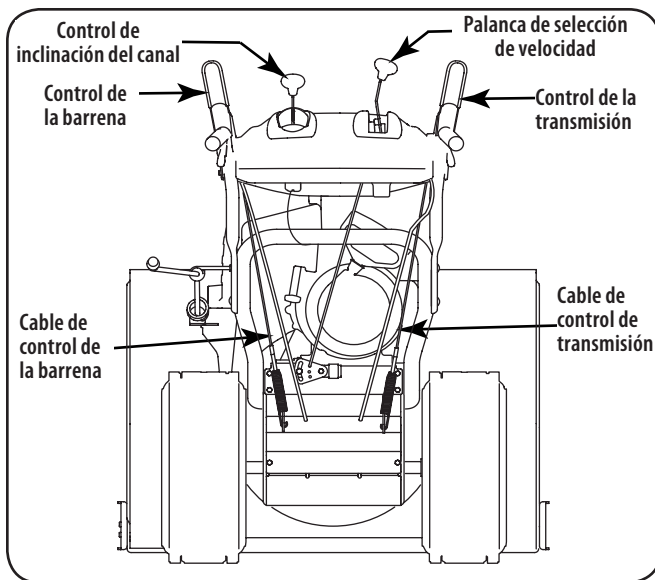
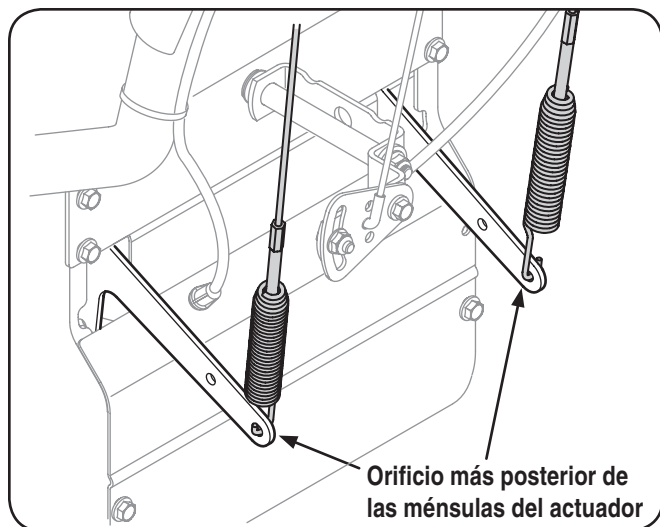

Figura 3-9
Figura 3-10
2. Mire debajo del panel de la manija para verifique que todos los cables (de dirección, de la barrena, de cambio y de transmisión) estén colocados correctamente y no estén apretados ni torcidos. Asegúrese de que los resortes del extremo inferior de la barrena y los cables de la transmisión estén enganchados firmemente en el respectivo soporte del accionador. Vea la Figura 3-10.
1. Cuando se suelta el control de la barrena y está en posición desengranada arriba, el cable debe tener muy poco juego. NO debe estar tenso. Vea la Figura 3-9.
4. Deje la barrena engranada durante aproximadamente diez (10) segundos antes de soltar el control de la barrena. Repita esta operación varias veces.
- Con el motor apagado, mueva la palanca de selección de velocidades a la sexta (6) posición. Vea la Figura 3-9.
- Desde debajo de la manija, tire hacia abajo en el cable que corresponda y desenganche el resorte que se encuentra en el extremo del cable desde el soporte del accionador respectivo. Consulte las Figura 3-9 y Figura 3-10.